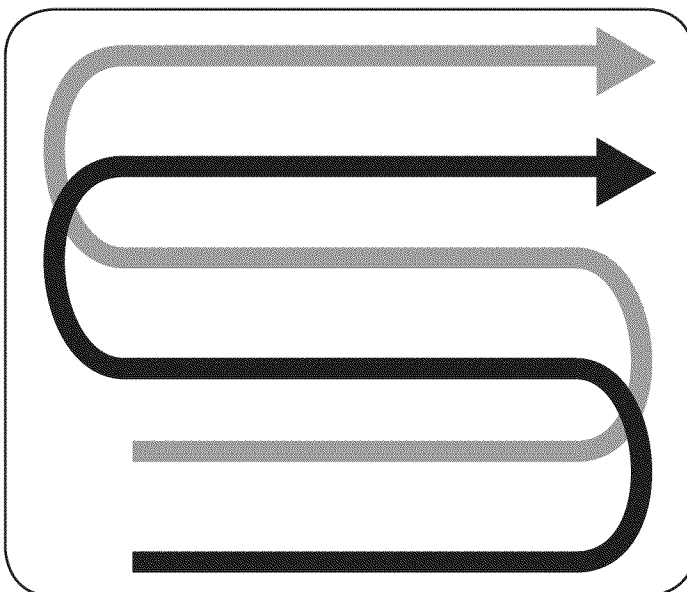

Figura 13
- Al preparar el lecho de siembra, recorra la misma senda dos veces en la primera hilera, luego traslape la mitad del ancho de la cultivadora en el resto de las pasadas. Vea la Figura 13.